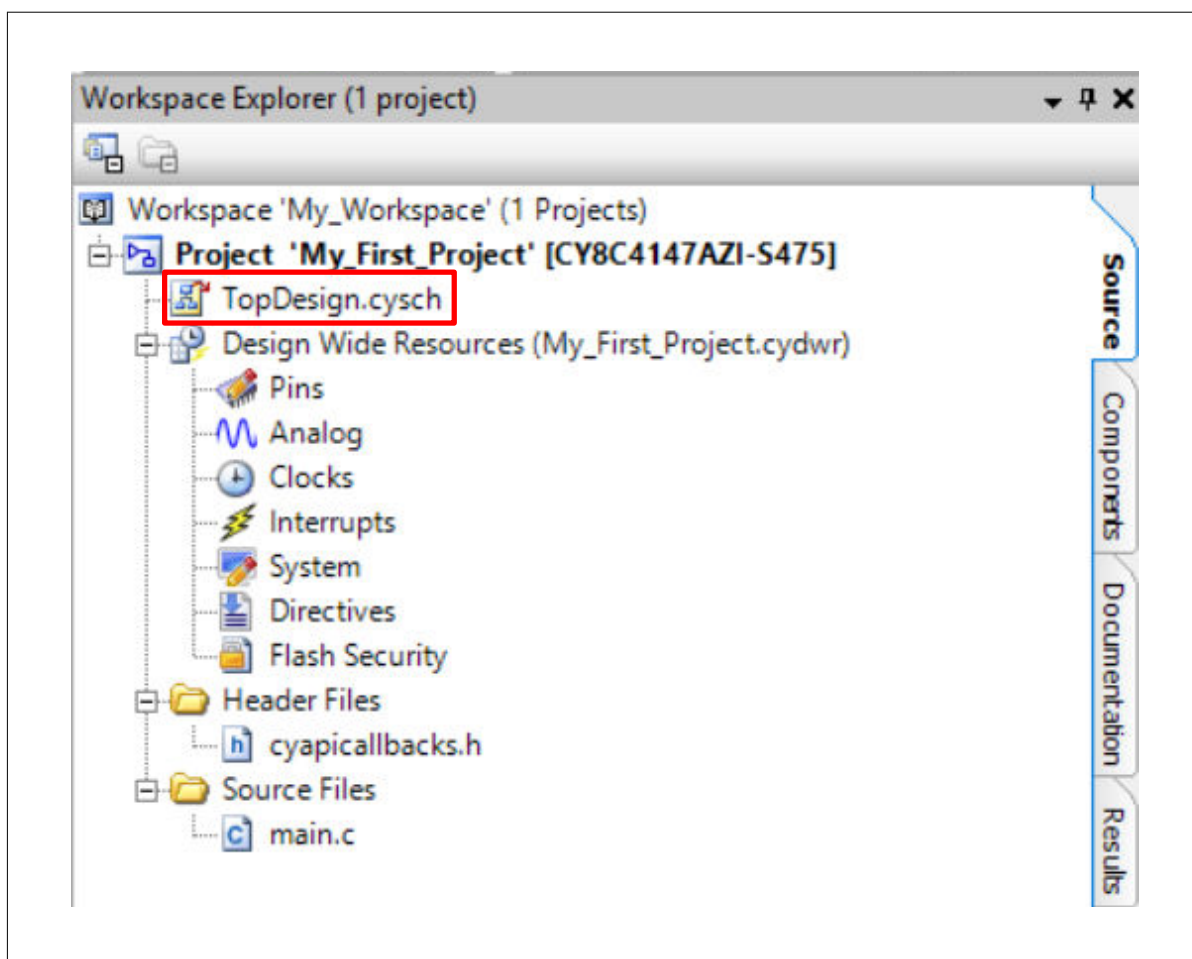

図 37 TopDesign 回路図を開く
5. **Workspace Explorer** (図 37 を参照) に示すように、新規プロジェクトを作成すると、ファイルのベースラインセットを含むプロジェクトフォルダが作成されます。**TopDesign.cysch** をダブルクリックし、プロジェクトの回路図ファイルを開いてください。